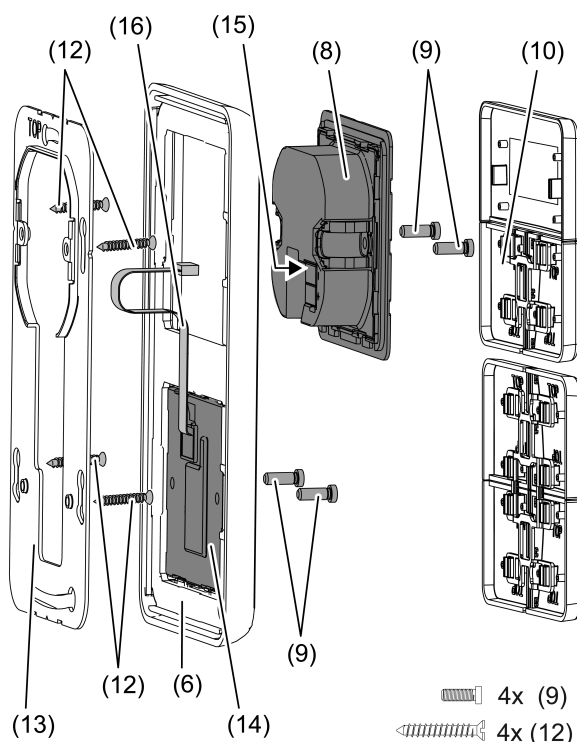

Imagen 3: Montaje con módulo de ampliación con tecla sensitiva
Si se utiliza el módulo de ampliación del teclado (Imagen 3): montaje preferiblemente en vertical. Utilizar la placa de soporte grande (13). En caso de montaje en una sola caja universal, empotrar los tornillos inferiores en la pared, p. ej. con un agujero de $\varnothing 6 \times 10$ mm. Utilizar la placa de soporte como plantilla.
- Montar correctamente la placa de soporte (5) o (13) en una caja universal. Tener en cuenta la inscripción **TOP** = arriba; inscripción **A** o **B** delante. Utilizar exclusivamente los tornillos para cajas (12) suministrados.
- Encajar el marco (6) sobre el aro soporte.
- Montar el módulo de ampliación de teclado (14) preferiblemente en la parte de abajo. Pasar el cable de conexión (16) entre el aro soporte y la pieza de unión intermedia.
- Módulo de ampliación del teclado: insertar correctamente la línea de conexión (16) en el conector (15) del módulo de reglaje. No apretar la línea de conexión (Imagen 3).
- Conectar el módulo de reglaje (8) con el terminal de conexión KNX (11) al KNX y encajar en la placa de soporte.
- Fijar el módulo de reglaje (8) y módulo de ampliación del teclado (12) a la placa de soporte con los tornillos de plástico (9) suministrados. Apretar solo ligeramente los tornillos de plástico.
- Antes de montar las teclas (10), cargar la dirección física en el aparato (véase el capítulo 5.2. puesta en funcionamiento).